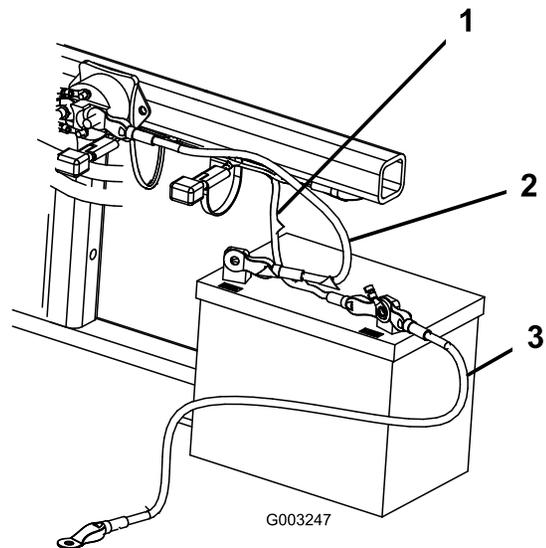

図 5
2. ボルト (1/4-20 x 5/8 in) とロックナットで、赤いプラス (+) ケーブルをバッテリーのプラス (+) 端子に固定する (図 5)。
3. ボルト (1/4 x 5/8 in とロックナット (1/4 インチ) (図 5) で、細い黒ワイヤと黒いマイナス (-) ケーブルをバッテリーのマイナス (-) 端子に固定する (図 5)。